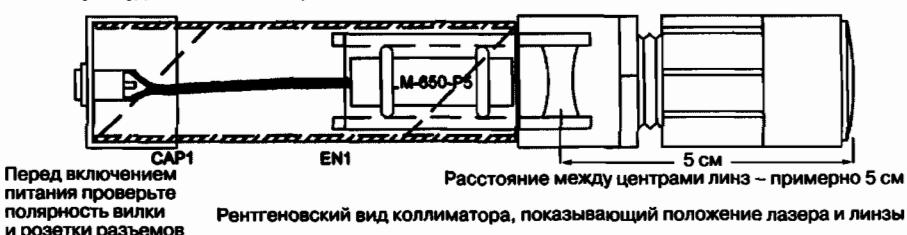

Рис. 12.6. Сборка с использованием лазерного модуля
1. Проведите механическую сборку лазерной секции, как показано на рис. 12.6. Вы можете непосредственно подключить адаптер 3 В и снять натяжение